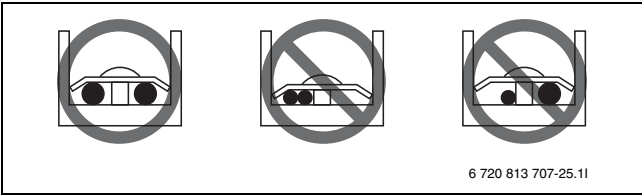

Рис. 29
- ▶ Подключение проводов одинаковой толщины см. (→ рис. 29).